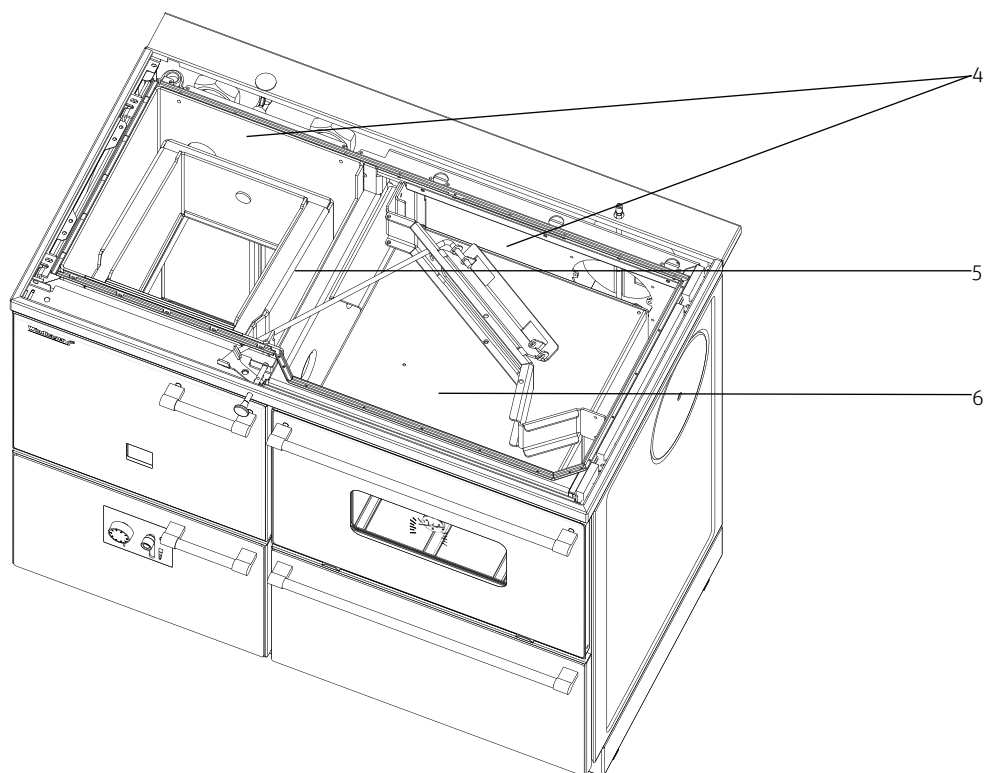

Fig. 14 Nettoyage des voies de gaz de fumées, parois de chaudière et four – vue du dessus, sans couvercle isolant, ni table de cuisson
- c) Frotter et nettoyer les parois de la chaudière et les voies de gaz de fumées avec une racle à suie et une brosse de nettoyage. Eliminer de préférence vers le haut la suie raclée avec un aspirateur ou avec la racle à suie – Fig. 14.
- d) Balayer le four et les voies de gaz de fumées autour du four et aspirer les résidus avec un aspirateur ou les chasser vers l'ouverture de ramonage – Fig. 14.